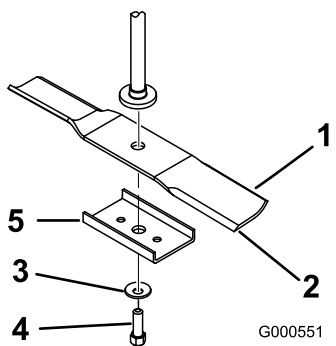
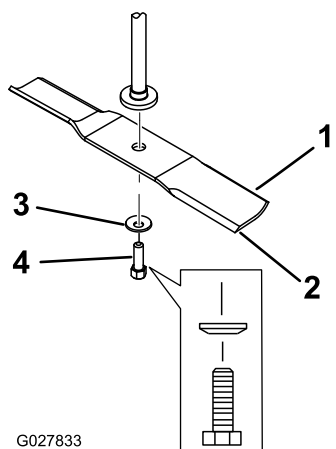

Рисунок 61
Рисунок 62
2. Снимите прижим ножа (только на 81 см деки), отверните болт ножа, снимите изогнутую шайбу и нож с вала шпинделя (Рисунок 61 и Рисунок 62).
1. Установите нож на шпindel (Рисунок 62).
2. Установите прижим ножа (только 81 см деки), изогнутую шайбу (чашеобразной стороной в сторону ножа) и болт ножа (Рисунок 62).